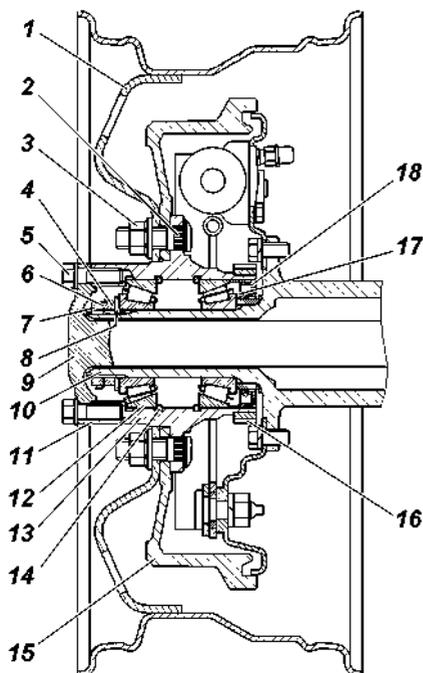

Рис. 9.21. Ступица заднего колеса:
2. Снимите колпак колеса. Демонтируйте полуось 9 (рис. 9.21) заднего моста или фланец ведущий ступицы переднего моста или крышку ступицы передней оси.